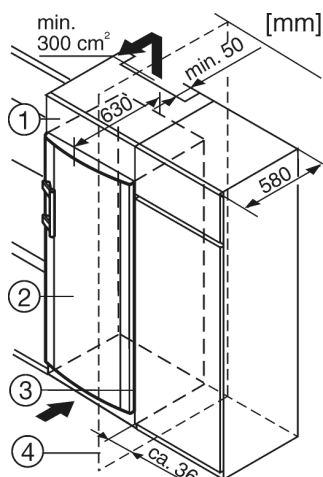

Fig. 8
- (1) Дополнительный шкафчик
(2) Устройство
(3) Кухонный шкаф
(4) Стенка
Устройство может быть окружено предметами кухонной обстановки. Чтобы уравнять устройство Fig. 8 (2) по высоте с кухонной стенкой, можно установить над устройством соответствующий дополнительный шкафчик Fig. 8 (1).
При комбинировании с обычными кухонными шкафами (глубина макс. 580 мм) устройство можно установить непосредственно рядом с кухонным шкафом Fig. 8 (3). Дверца устройства выступает по сторонам на 34 мм и по центру устройства на 50 мм относительно передней стенки кухонного шкафа. Поэтому ее можно свободно открывать и закрывать. Важно для вентиляции:
Если устройство установлено на шарнирах у стены Fig. 8 (4), то расстояние между устройством и стеной должно быть не менее 36 мм. Настолько выступает ручка при открытой дверце.